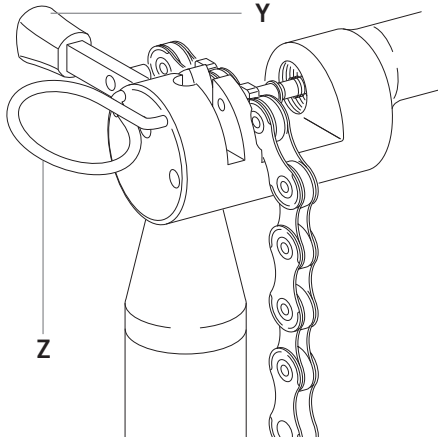

Fig.12
- Bloccare la maglia con l'apposito dispositivo di blocco (Z - Fig. 12).
- Verificare che la linguetta dell'utensile **UT-CN400 (12s) / UT-CN300 (11s / 12s)** sia in posizione esterna (Y - Fig. 12).